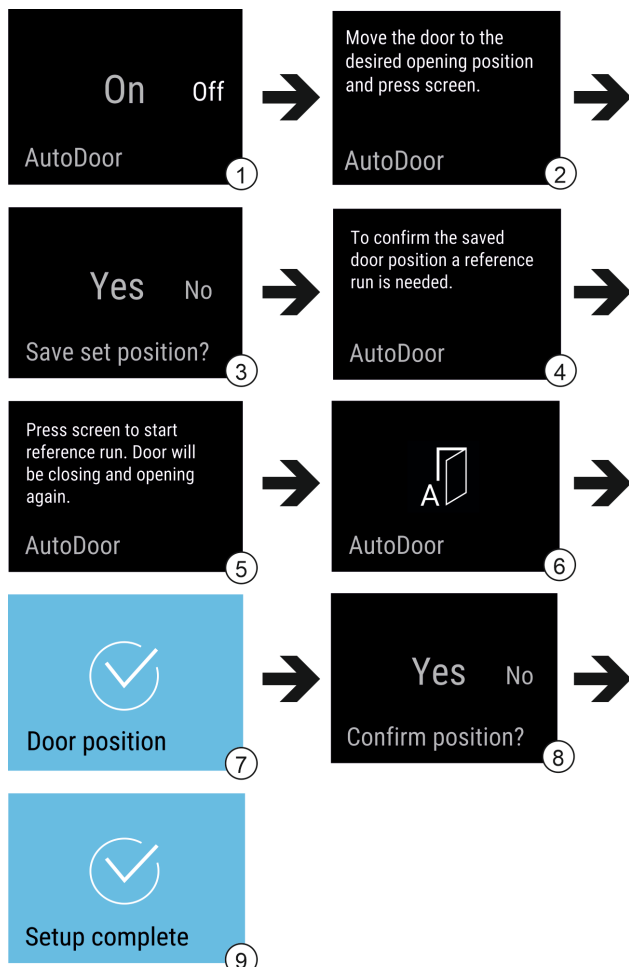

Fig. 10 Exemplarische Darstellung der Anzeigen in englischer Sprache
- ▶ AutoDoor aktivieren: Anzeige im Display auf On wischen. Fig. 10 (1)
- ▶ Display 3 Sekunden lang drücken. Fig. 10 (1)
- ▶ Türöffnungswinkel konfigurieren: Tür mindestens 70° öffnen. Fig. 10 (2)
- ▶ Türöffnungswinkel bestätigen: Meldung im Display antippen. Fig. 10 (3)
- ▶ Referenzfahrt starten: Display antippen. Fig. 10 (5)
- ▷ Display blinkt. Fig. 10 (6)
- ▷ Referenzfahrt ist erfolgreich: Display wird 2 Sekunden blau. Fig. 10 (7)
- ▶ Türöffnungswinkel bestätigen. Fig. 10 (8)
- ▷ Display wird blau. Fig. 10 (9)